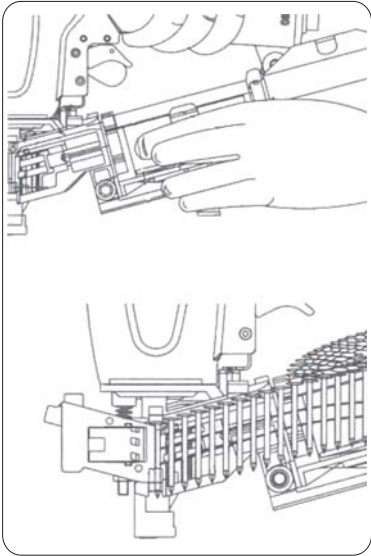

FIGURA 4
- 3.3 Ordene a bobina de pregos acima da coluna do magazine. Desenrole a bobina o suficiente até que o prego alcance a lingüeta de alimentação. Coloque o primeiro prego da bobina na frente da lingüeta de alimentação de fora para dentro no alimentador e coloque o segundo prego entre os dentes da lingüeta de alimentação. A cabeça do prego deverá estar na fenda localizada na ponta do pregador (Figura 4);